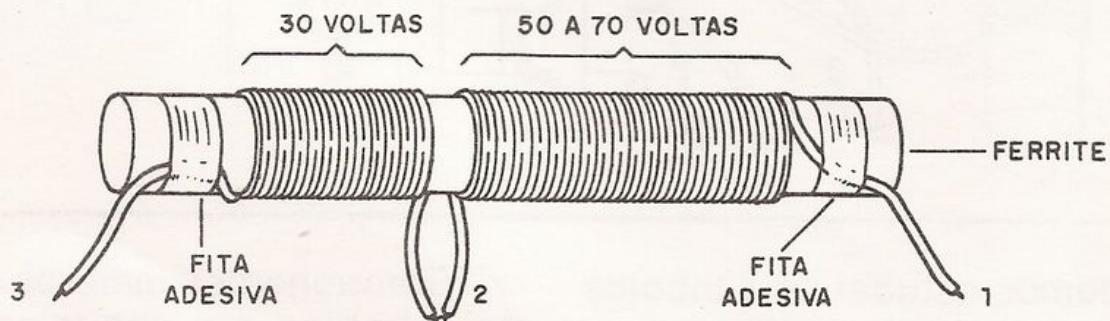

figura 3
f) A bobina L1 deve ser enrolada pelo leitor utilizando para isto um bastão de ferrite, que pode ser aproveitado de um rádio transistorizado inutilizado. Esta consta de 80 a 100 voltas de fio esmaltado de espessura entre 24 e 28 ou mesmo fio comum, com tomada na 30° espira, conforme mostra a figura 3.